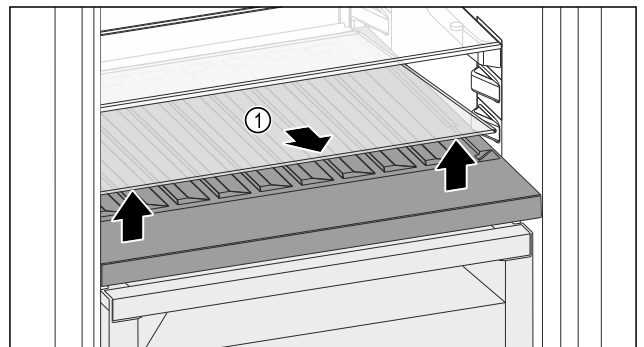

Fig. 109
► Levante la placa de vidrio Fig. 109 (1) por la entalladura de la parte delantera y retírela.
► Guarde la placa de vidrio Fig. 109 (1) de forma segura fuera del electrodoméstico.